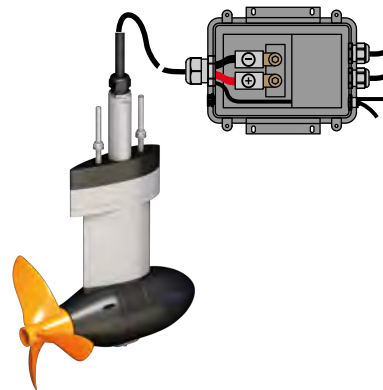

Fig. 48: Cablaggio
1. Allentare le viti (1) del box elettronica, in modo da poterlo aprire.
3. Collegare i due cavi di potenza ai rispettivi poli (rosso = +, nero = -; 5 Nm), **"Fig. 48: Cablaggio"**.